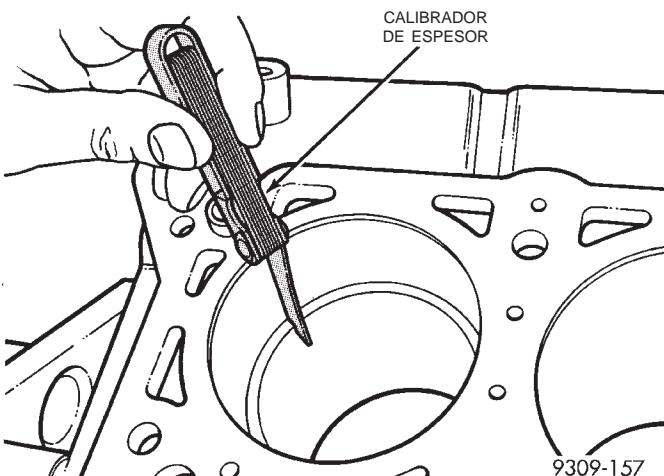

Fig. 5 Luz de aro de pistón
(1) Limpie el diámetro interno del cilindro. Inserte el aro y presione hacia abajo junto con el pistón para asegurarse de que calce correctamente en el hueco. La medición de la luz entre puntas de aro debe efectuarse con el aro colocado por lo menos a 12 mm (0,50 pulgadas) de la base del diámetro interno del cilindro. Verifique la luz con el calibrador de espesor (Fig. 5). Consulte las especificaciones en la Tabla de especificaciones de los aros de pistón.